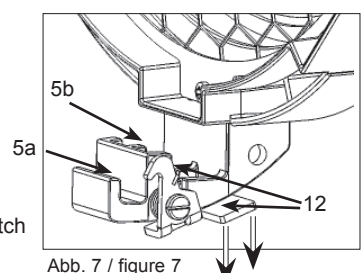

Abb. 7 / figure 7
- Bei Modellen mit optionaler zweiter Torsicherung (12, Abb. 7), diese zuerst öffnen, Zubehör, wie z.B. Flügeltor, in vorderen Einschub (5a) einsetzen und anschließend zweite Torsicherung wieder loslassen. Bei allen anderen Modellen - Zubehör einfach in die Halteklau (5a, Abb. 7) einsetzen.
- Der hintere Einschub (5b, Abb. 7) der Halteklauen dient zur Aufnahme von Filterrahmen oder Scrim (bei D5 nur einfacher Einschub).
- For models with optional barndoor catch (12, figure 7), open the barndoor catch and insert accessories into front slot (5a), e.g. barndoor, and then release the catch. For all other models - simply insert the accessory into the bracket (5, figure 7).
- The rear slot (5b, figure 7) of the accessory bracket holds filter frames or scrims (D5: only one slot).